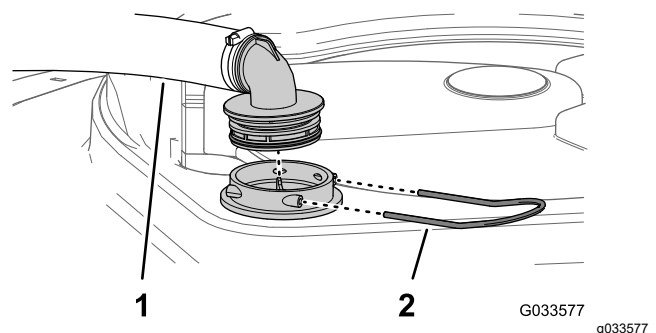

Figure 102
2. Au sommet de la cuve du pulvérisateur, retirez l'étrier de fixation qui fixe le raccord de flexible sur le grand flexible du logement du filtre (Figure 102).
3. Retirez le flexible et le raccord du logement du filtre (Figure 102).